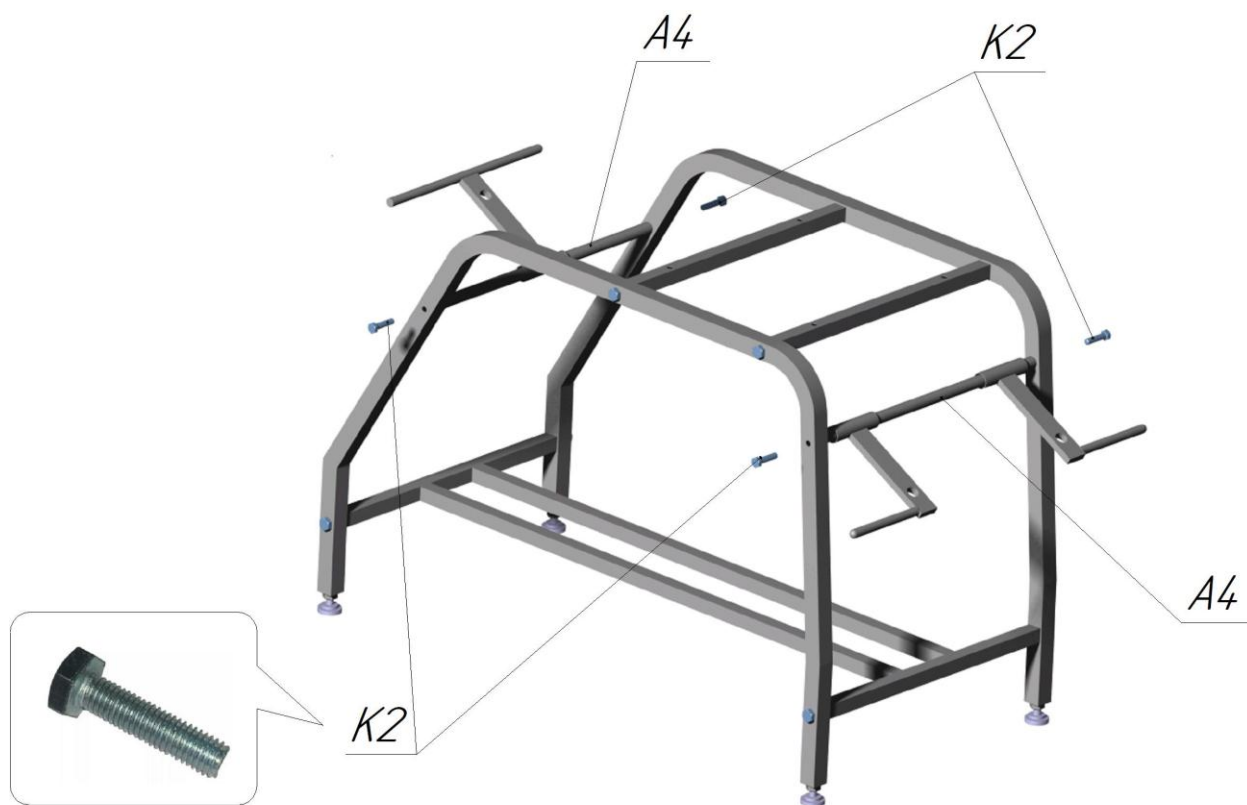

Рисунок 4
8. Установить получившиеся оси на каркасе. Закрепить их болтами К2. См. Рис.4